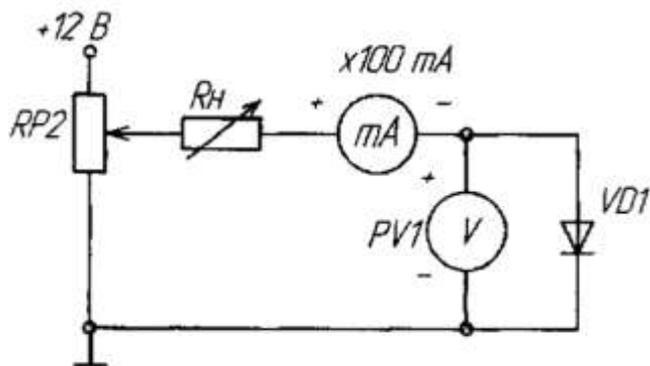

Рис.2
1) собрать схему для исследования выпрямительного диода на постоянном токе в соответствии с принципиальной схемой рис. 2. Для измерения анодного тока включить миллиамперметр постоянного тока с пределом 100 мА. Для измерения анодного напряжения использовать мультиметр. Последовательно с диодом включить токоограничивающий резистор  $R_H$ .
2) Снять вольт-амперную характеристику выпрямительного диода на постоянном токе для прямой ветви (рис. 2); для снятия характеристик регулировать напряжение на выходе потенциометра; результаты измерений занести в таблицу 1, по которой построить прямую ветвь ВАХ;